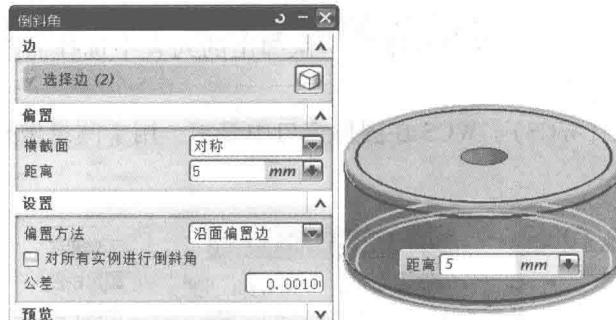

图 1-11 倒斜角
(3) 创建边“倒斜角”：选择【插入】/【细节特征】/【倒斜角】，系统弹出倒斜角对话框，如图 1-11 所示→检查“横截面”方式为“对称”→输入偏置距离 5→选择圆柱体两端的边线→单击“确定”，完成倒斜角。